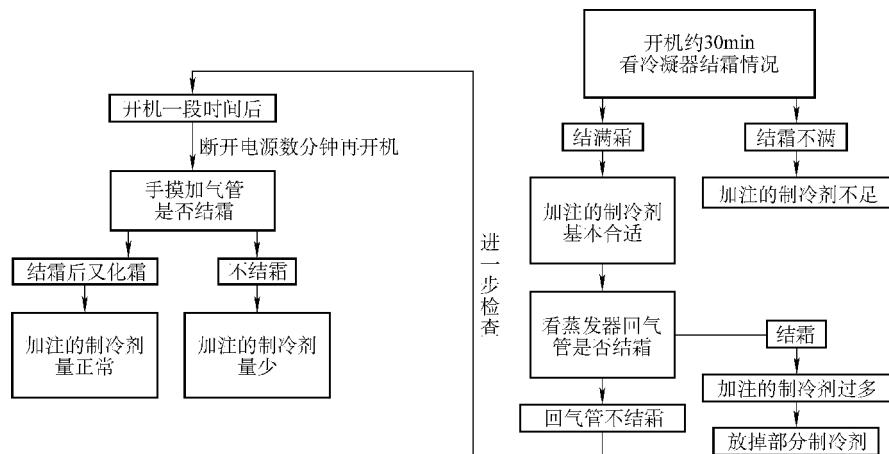

图 3-73 确定制冷剂加注量是否合适的工作流程
- 5) 试机观察制冷效果，以进一步确定制冷剂的加注量，如图3-73所示。如果试机发现制冷剂加注量合适，则整个制冷剂加注过程完成。